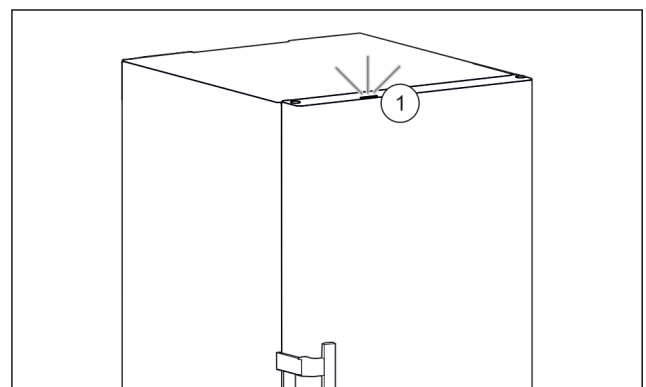

Fig. 56 Voyant d'état actif lorsque la porte est fermée
- ▷ Le voyant d'état Fig. 56 (1) est activé.